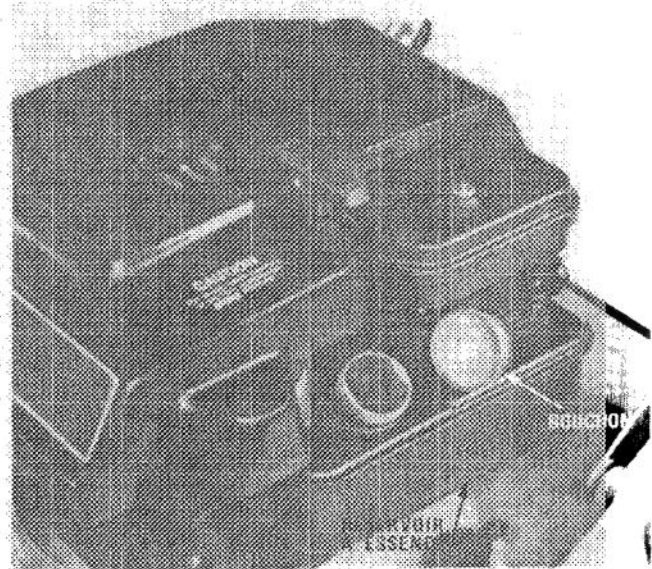

Figure 5
1. Nettoyez la surface autour du bouchon du réservoir à essence et enlevez le bouchon du réservoir (Fig. 5).